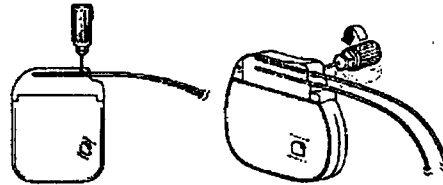

Figura 21. Apriete los tornillos de fijación en el botón de silicona
4. Para cada extensión, electrodo o clavija, inserte completamente la llave dinamométrica en cada botón de silicona del bloque de conexión y apriete los tornillos de fijación (Figura 21).